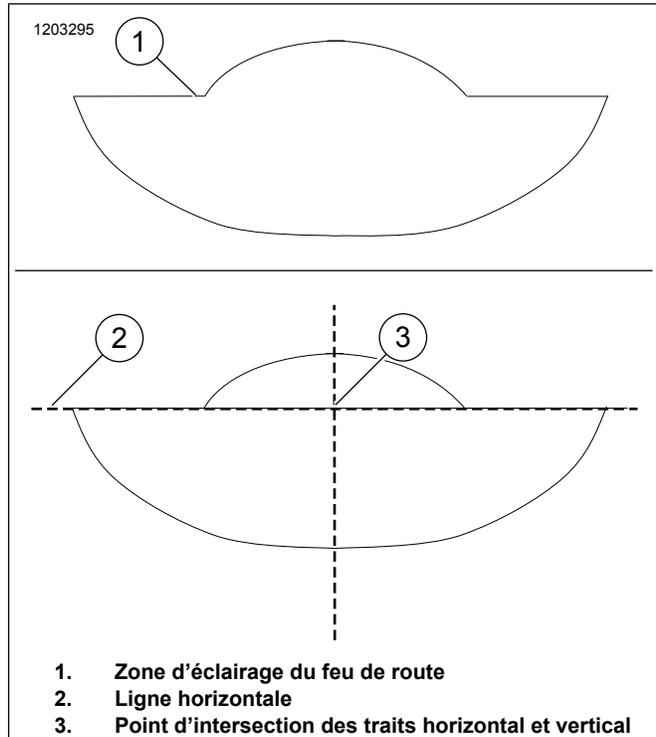

Figure 10. Alignement du faisceau du feu de route
2. Voir la Figure 10. Une fois le véhicule chargé et redressé, pointez la roue avant bien droite en direction du mur.
3. Allumez le **feu de route**. Alignez le centre du **feu de croisement** de manière à ce qu'il illumine de manière symétrique les côtés gauche et droit de la ligne verticale (3).